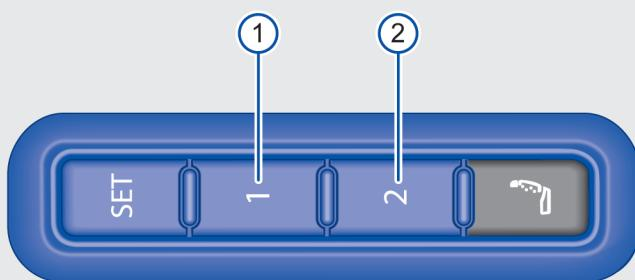

图 62 记忆位置图示
- 按压按键SET→图 62。
- 在 10 秒钟内按压需要设置的记忆按钮① 或 ②。一个声音信号确认存储于该记忆按钮的位置设置成功。